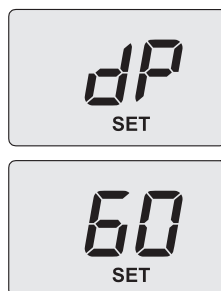

Figura 9.13
- Utilizzare i tasti 14 o 15, sul display LCD le lettere **dP** si alternano con il valore di temperatura dell'acqua di riscaldamento (es. **60**) e compare la scritta "**SET**", indicanti l'entrata nell'attivazione della "funzione spazzacamino" alla potenza massima in sanitario (Figura 9.13);